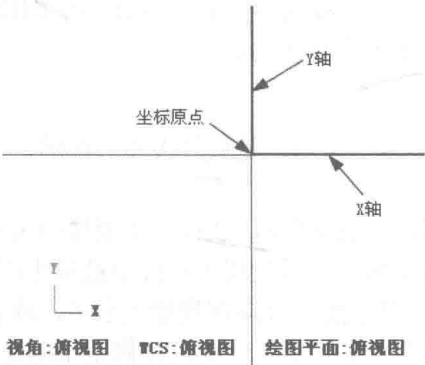

图 1-4 启动 Mastercam X6
1) 启动 Mastercam。启动 Mastercam X6，按 F9 键，显示坐标系，结果如图 1-4 所示。